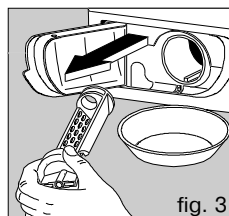

fig. 3
- Tournez le filtre dans le sens inverse des aiguilles d'une montre et nettoyez-le soigneusement à l'eau courante (fig.3).